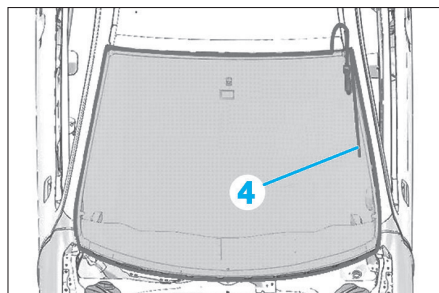

FIG. 5
- A l'aide d'eau savonneuse, apposer la corde sur la périphérie du pare-brise (Fig.5).